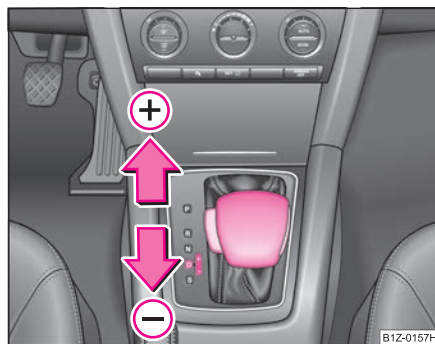

Fig. 138 Selector: selectarea manuală a vitezelor
- Apăsați scurt selectorul (în poziție tiptronic) spre față pe ➔ fig. 138 (+).